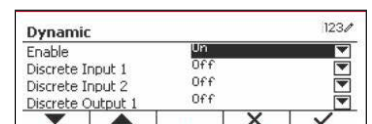

Figure 87
- Sélectionnez l'élément de la liste et appuyez sur le bouton multifonction correspondant à l'icône  pour modifier les paramètres. (Voir Figure 87)